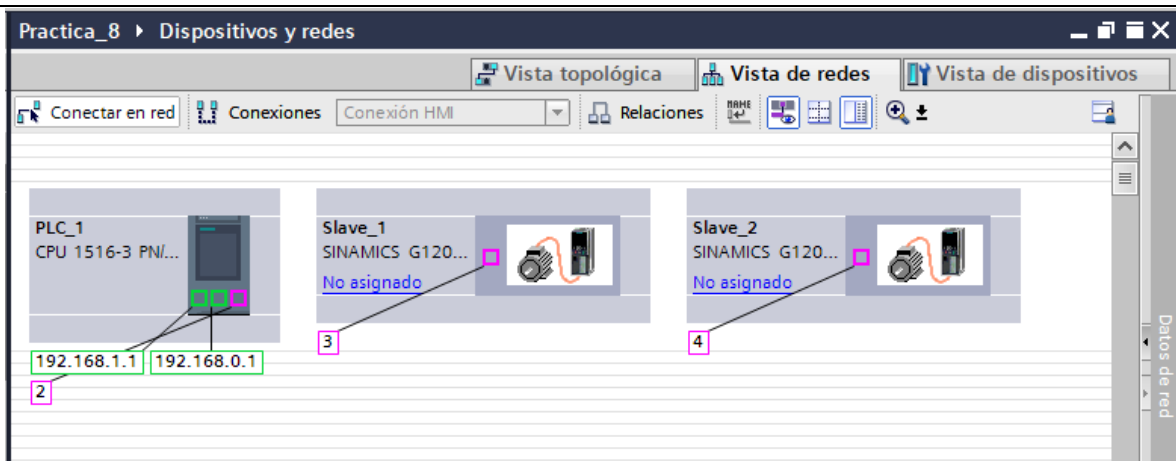

Figura 20: Configuración dirección Profibus de los dispositivos.
- Para agregar la dirección Profibus al segundo variador, realizar de la misma manera el paso anterior, para este caso configurar la dirección Profibus número **“4”** (ver Figura 20).